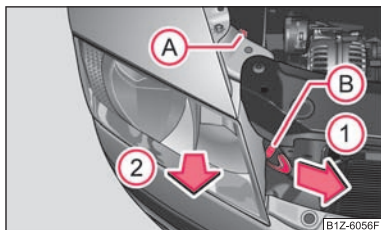

Fig. 147 Desmontaje del faro principal
- Desenrosque la tuerca de plástico (A) ⇒ fig. 147.
- Retirar el seguro (B) hacia arriba.
- Tire de la palanca de seguridad del faro en sentido de la flecha (1) hasta el tope.
- Separe el conector y saque con cuidado el faro en el sentido de la flecha (2).